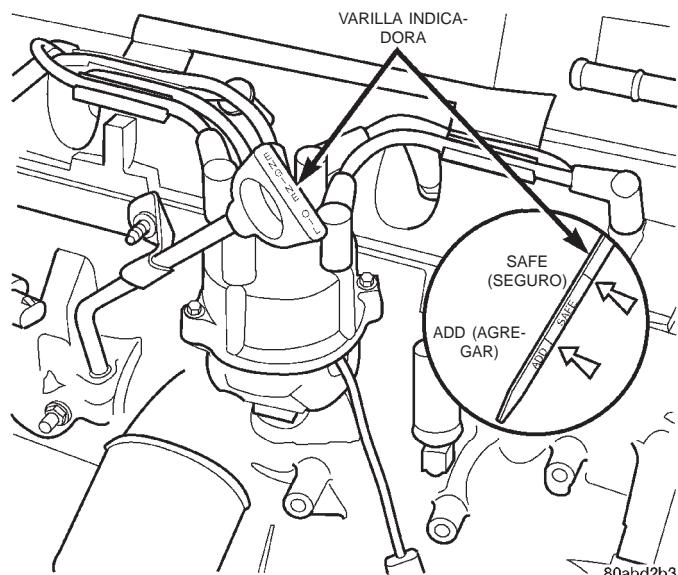
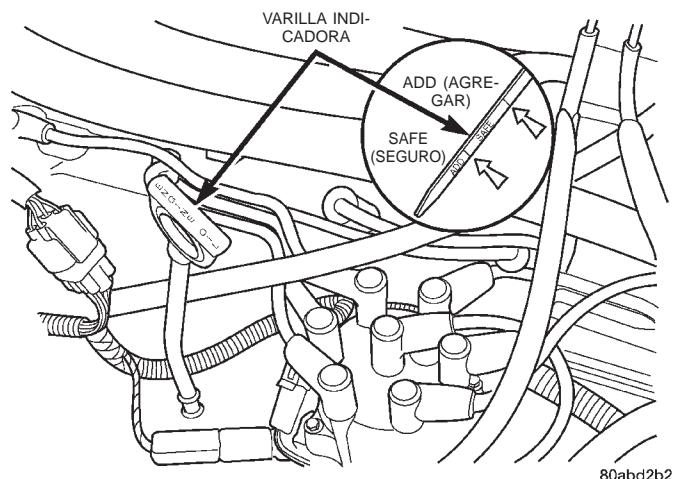

Fig. 6 Varilla indicadora del aceite del motor—motor 2.5L
Fig. 7 Varilla indicadora de aceite del motor—motor 4.0L
Para garantizar la correcta lubricación de un motor, el aceite del motor debe mantenerse a un nivel aceptable. Los niveles aceptables están indicados entre las marcas ADD (agregar) y SAFE (seguro) en la varilla indicadora del aceite del motor. (Fig. 6) (Fig. 7).
(1) Coloque el vehículo sobre una superficie nivelada.
(2) Con el motor apagado, deje transcurrir aproximadamente diez minutos para permitir que el aceite se asiente en el fondo del cárter, retire la varilla indicadora del aceite del motor.
(3) Limpie la varilla indicadora.
(4) Instale la varilla indicadora y confirme que se encuentra asentada en el tubo.
(5) Retire la varilla indicadora, con la empuñadura por encima del extremo y efectúe la lectura del nivel de aceite (Fig. 6) (Fig. 7).
(6) Agregue aceite solamente si el nivel está debajo de la marca ADD en la varilla indicadora.